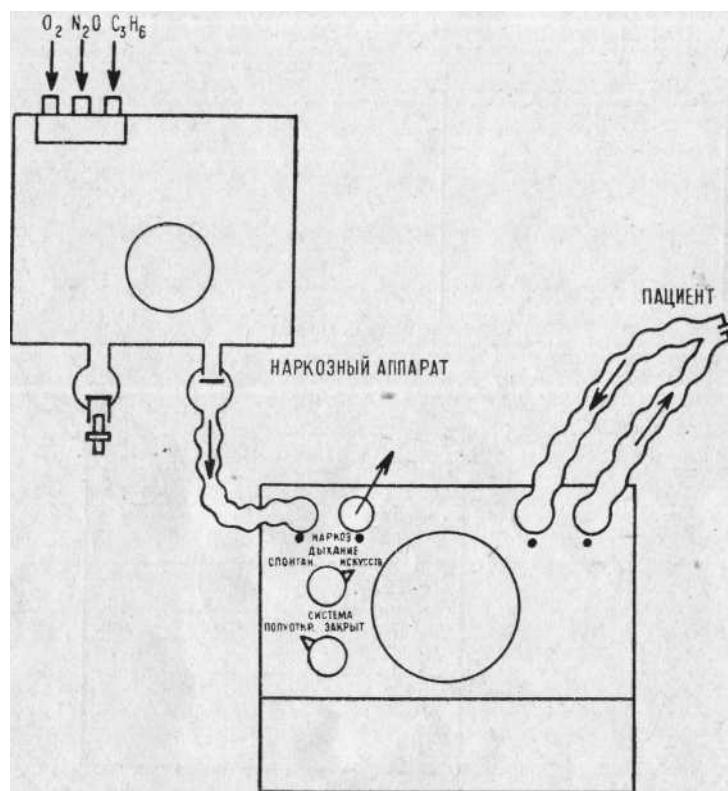

Рис. 10. Схема работы аппарата по полукрытому способу
4. Искусственное дыхание по полукрытому способу (рис. 10)